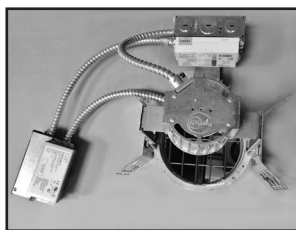

Figure 11.
6. Éloignez le circuit de sortie de l'ouverture du plafond ou du boîtier en le laissant tourné vers le haut (Figure 11.).